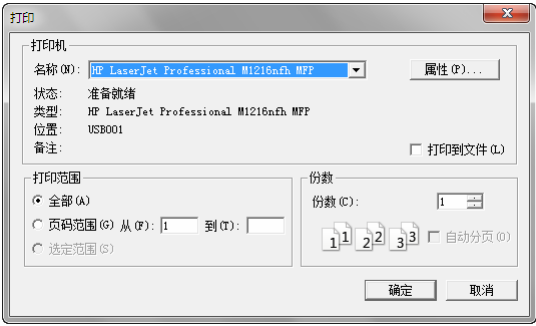

图 5-21 “打印”对话框
1) 选择下拉菜单“文件”→“打印”命令，系统弹出“打印”对话框，如图 5-21 所示。